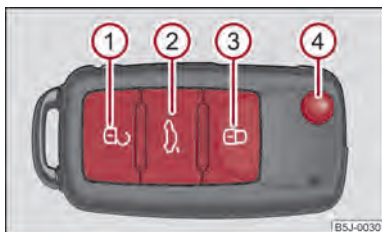

Fig. 17 Cheia cu telecomandă
- Apăsați tasta ① ⇒ fig. 17 cca. 1 sec.